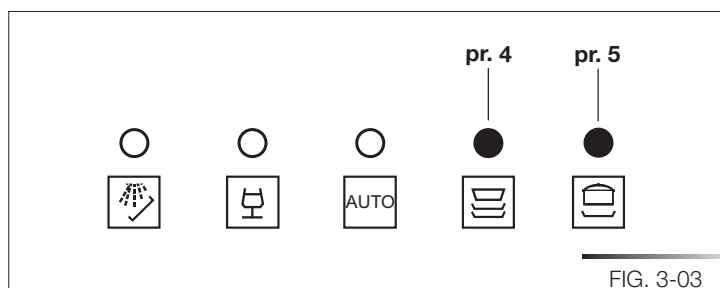

FIG. 3-03
- Para anular el programa en ejecución es necesario, tras haber abierto la puerta, pulsar y mantener pulsado por algunos segundos el pulsador de **selección de programas** (ref. 3 fig. 3-02) hasta que los pilotos del cuarto y quinto programa se enciendan simultáneamente (ref. pr. 4 y pr. 5 fig. 3-03).
- Después de aproximadamente 1 minuto el lavavajillas alcanza el fin del ciclo; los pilotos del cuarto y quinto programa (ref. pr. 4 y pr. 5 fig. 3-03) empiezan a parpadear.